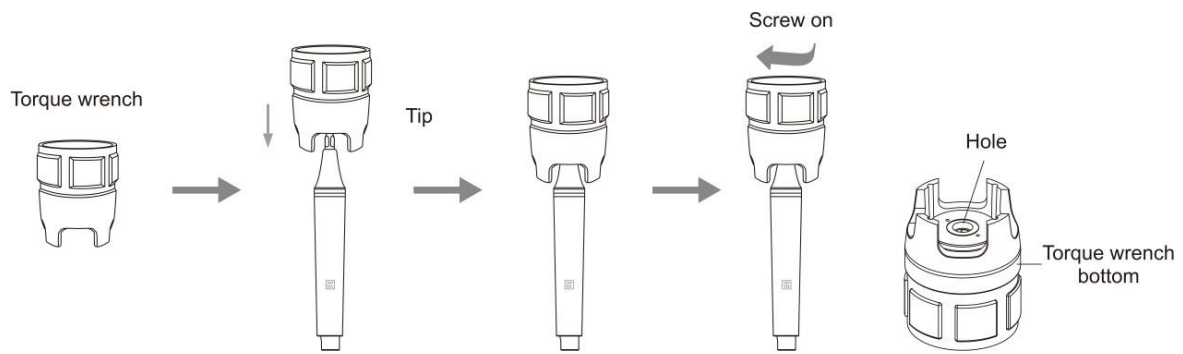

Figure 5 Instruction of using the wrench to install tip
- 2) Choisissez l'insert de détartrage approprié. (Voir l'annexe) Installez l'insert à l'aide de la clé dynamométrique. (Figure 5)